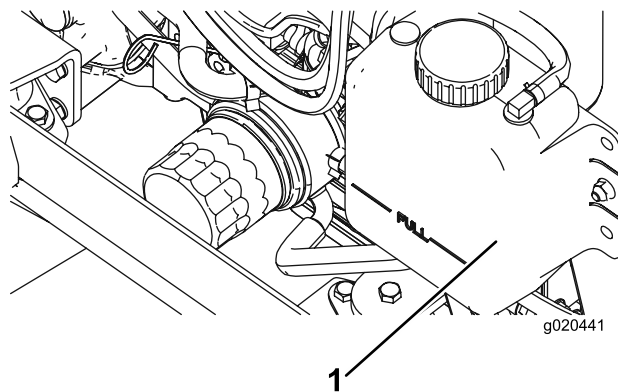

Figura 12
1. Retire cuidadosamente a tampa do radiador e a tampa do depósito de expansão (Figura 12).